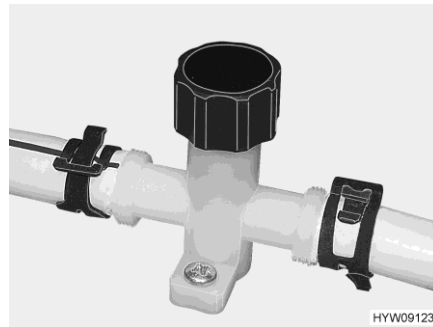
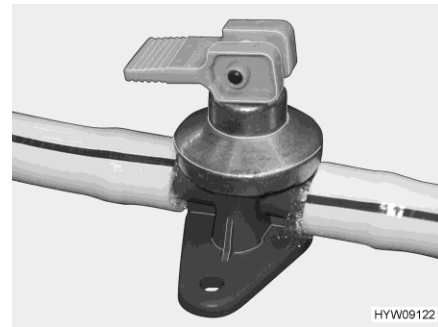

Fig. 172 Rubinetto di scarico (tubatura dell'acqua)
Fig. 173 Rubinetto di scarico (boiler Alde)
- Chiudere i rubinetti di scarico. Ruotare i coperchi (Fig. 172) in senso orario e posizionare la leva a bilanciere (Fig. 173) in posizione orizzontale.
- Aprire i rubinetti di scarico. A questo scopo, ruotare il coperchio (Fig. 172) in senso antiorario e posizionare verticalmente la leva a bilanciere (Fig. 173).